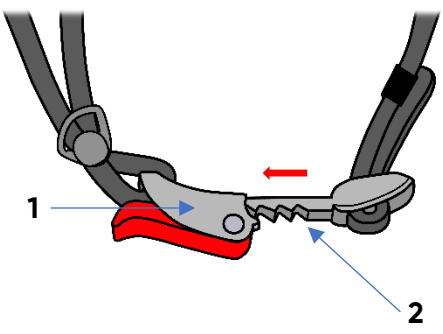
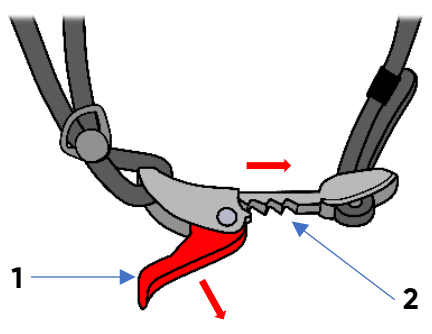

Fig. 4
Fig. 5
Para cerrar la correa, introduzca el elemento de la correa (2) en el cierre (1) (Fig. 4). Para abrir la correa, tire el cierre (1) y suelte el elemento de la correa (2) del mismo. (Fig. 5)